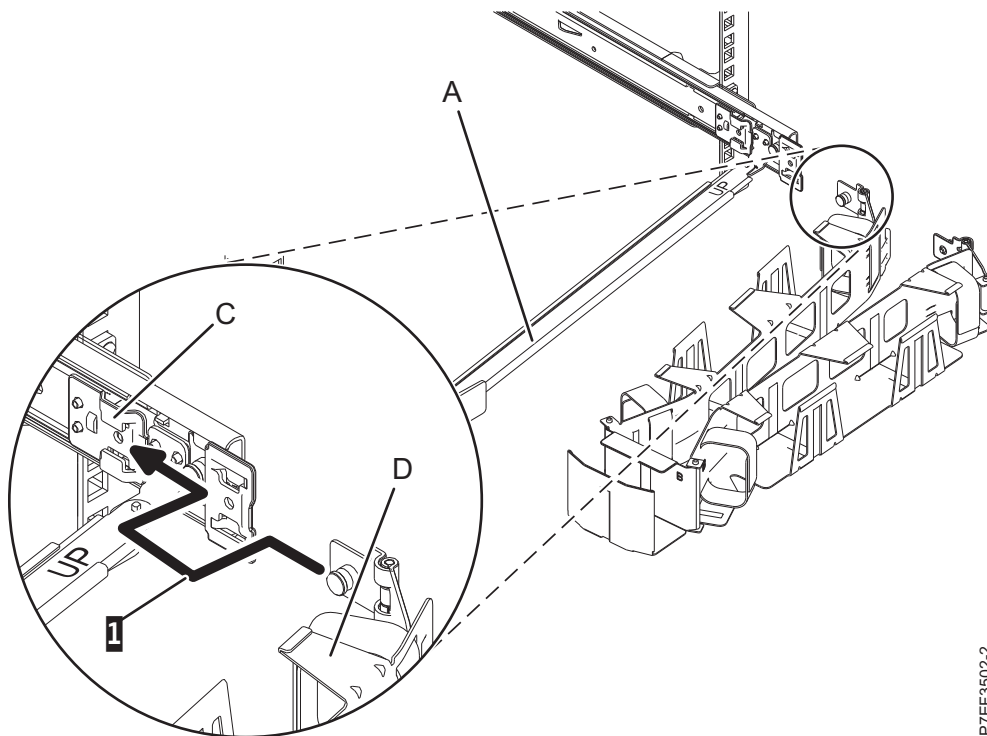
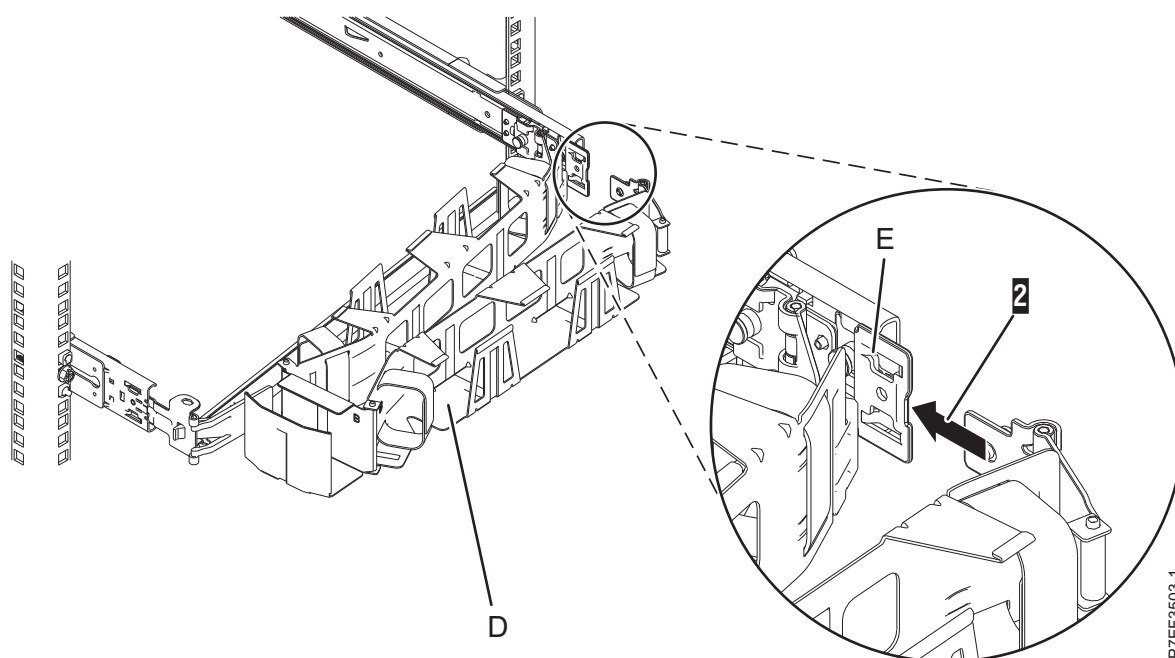

図 15. ケーブル・マネジメント・アームのタブを取り付け金具のスロットにスライドさせて取り付ける
図 16. ケーブル・マネジメント・アームの残りのタブを拡張ブラケットにスライドさせて取り付ける
7. ケーブル・マネージメント・アーム **(D)** をサポート・アーム **(A)** の上に置きます。最初のケーブル・マネージメント・アームのタブを、取り付け金具 **(C)** のスロットに滑り込ませます。バネ仕掛けのラッチが所定の位置に収まるまで、タブを押し込みます。もう一方のケーブル・マネージメント・アームのタブを、右側のスライド・レールの外側の拡張ブラケット **(E)** に滑り込ませます **(2)**。バネ仕掛けのラッチが所定の位置に収まるまで、タブを押し込みます。詳しくは、12 ページの図 15 および 12 ページの図 16 を参照してください。